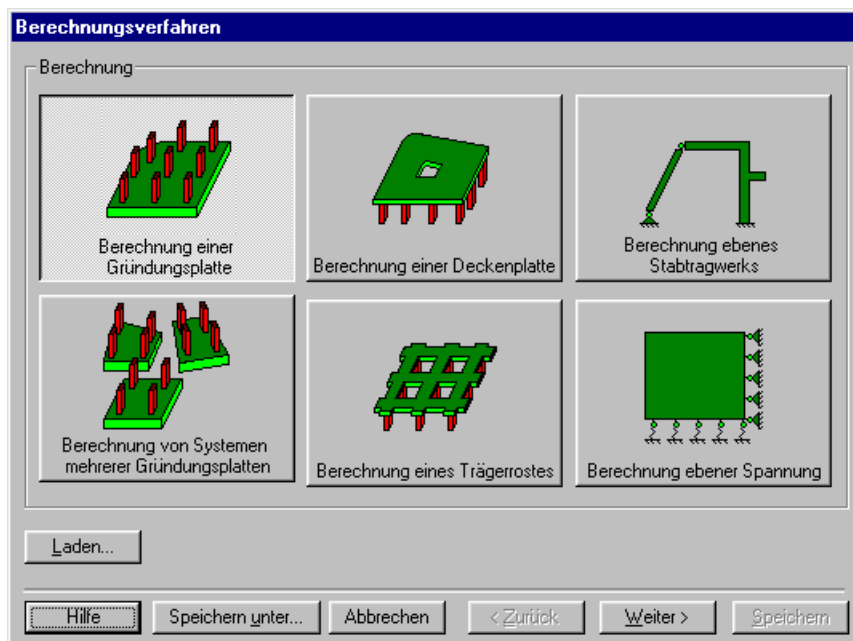

Bild 3-2 Wizard-Assistent "Berechnung"
Wählen Sie "Neues Projekt" aus dem "Daten"-Menü des *ELPLA-Daten*-Fensters. Der folgende Wizard-Assistent im Bild 3-2 erscheint. Der Wizard-Assistent vereinfacht den Prozess mit Hilfe der Standard- und vertrauten Wizard-Oberfläche. Ein Wizard-Assistent ist eine Reihe von Menüs in einem speziellen Fenster, die durch eine Aufgabe helfen.
- Wählen Sie "Berechnung einer Gründungsplatte" (wie in Bild 3-2 gezeigt)